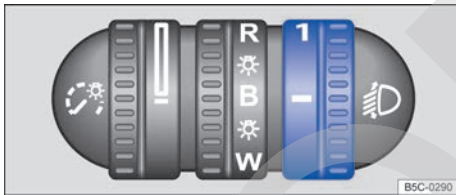

Fig. 78 Junto al volante: regulador del alcance de las luces.
- Gire el regulador **fig. 78** a la posición necesaria (ejemplos de estados de carga¹⁾ del vehículo):